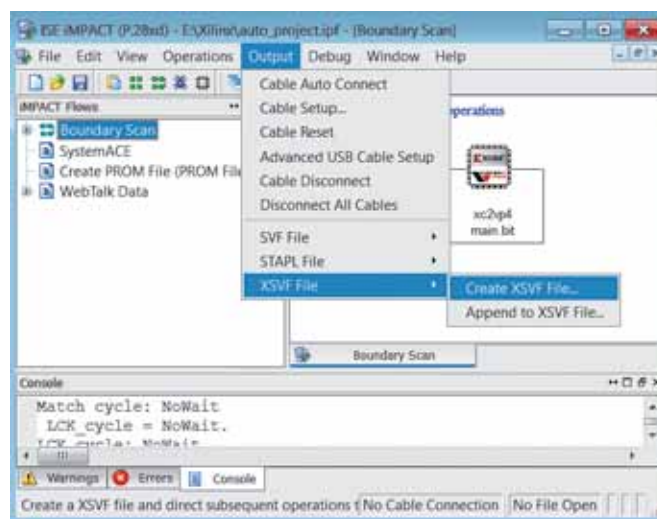

Рис.3. Настройка вывода информации в XSVF-файл в программе Impact
- выбрать пункт меню "Create XSVF file" (рис.3) и задать имя файла для вывода;